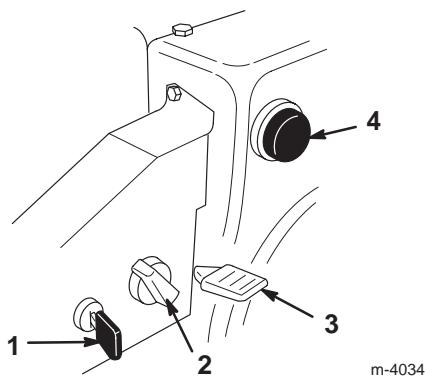

Figure 20
- **Clé de contact** (Fig. 20)—Insérez la clé dans le
- **Starter** (Fig. 20)—Pour mettre en marche un moteur froid, tournez la commande de starter dans le sens des aiguilles d'une montre à la position *en service*. A mesure que le moteur se réchauffe, tournez progressivement le starter dans le sens anti-horaire jusqu'à la position *hors service*.
- **Commande d'accélérateur** (Fig. 20)—Déplacez la manette vers le haut pour augmenter le régime du moteur, ou vers le bas pour le réduire. Réglez la manette d'accélérateur en position *d'Arrêt* pour arrêtez le moteur.
- **Amorceur** (Fig. 20)—Appuyez sur l'amorceur pour envoyer une petite quantité d'essence dans le moteur afin de faciliter le démarrage par temps froid.
- Retirez la clé de contact du commutateur d'allumage (Fig. 20).
- Enlevez le bouton de starter (Fig. 20).
5. Tournez le starter en position *en service* (Fig. 20).
6. Insérez la clé de contact (Fig. 20).
7. Couvrez l'orifice central de l'amorceur (Fig. 20) avec le pouce et appuyez sur l'amorceur à trois reprises, en marquant une pause à chaque fois.
9. Dès que le moteur a démarré, tournez le starter (Fig. 20) à la position 3/4. A mesure que le moteur se réchauffe, tournez le starter à la position 1/2. Quand le moteur est suffisamment chaud, tournez le starter à la position *hors service*.